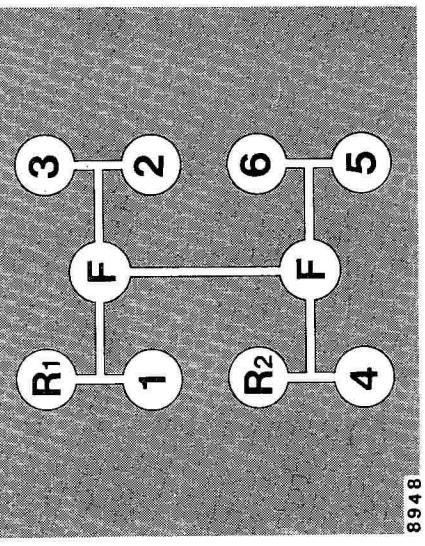

Fig. 7. - Posizioni della leva comando marce.
1. Premete il pedale frizione e spostate la leva del cambio nella posizione della marcia desiderata (vedere fig. 7).